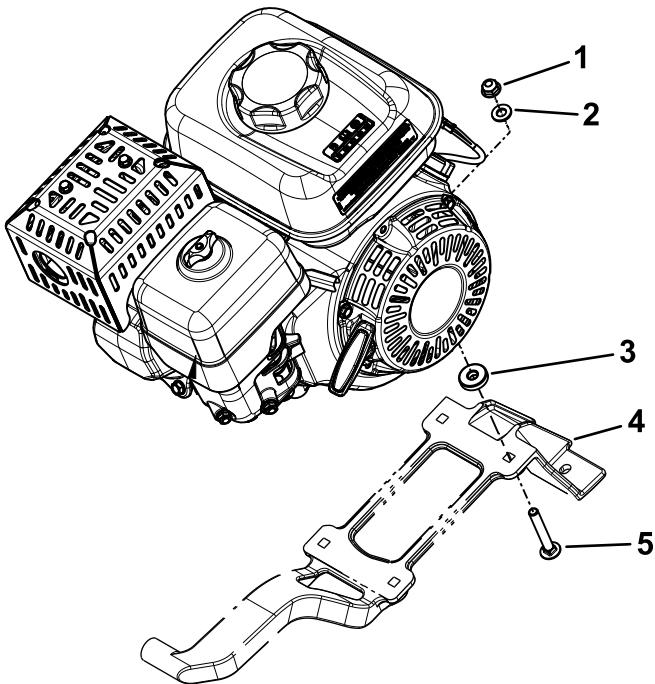

Figura 2
1. Utilice 4 pernos, 4 arandelas, 4 espaciadores y 4 tuercas para sujetar el motor a la base del motor (Figura 2).